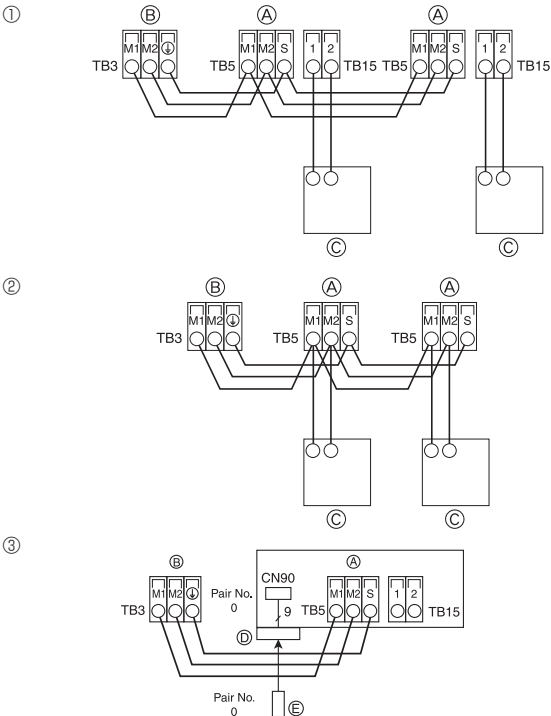

Fig. 4-8
4.4. Подключение пульта дистанционного управления, внутреннего и наружного кабеля передачи (Fig. 4-8)
- ① Пульт дистанционного управления МА
- ② Пульт дистанционного управления M-NET
- ③ Беспроводной пульт дистанционного управления (при установке беспроводного приемника сигнала)